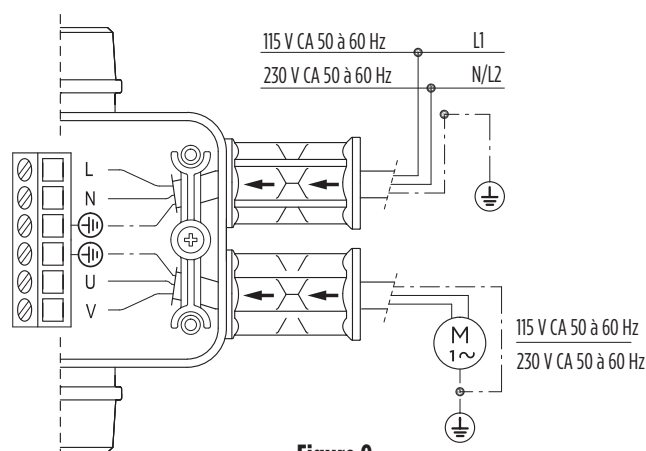

Figure 9
Suivez toutes les indications sur le schéma électrique de la figure 9.
REMARQUE La connexion de mise à la terre de sécurité est indiquée sur sa borne au moyen du symbole  (figure 9).
8. Branchez les fils d'alimentation aux bornes à vis marquées L et N (figure 9). Utilisez seulement des fils en cuivre conçus pour au moins 60 °C. Les bornes de fils de connexion doivent être serrées à un couple de 4 po-lb (0,5 Nm).
9. Branchez les fils du moteur aux bornes à vis marquées U et V (figure 9). Utilisez seulement des fils en cuivre conçus pour au moins 60 °C. Les bornes de fils de connexion doivent être serrées à un couple de 4 po-lb (0,5 Nm).